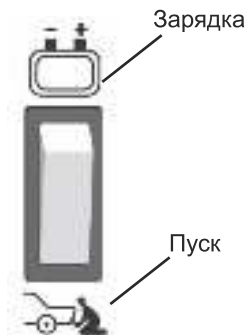

Рис. 2
3) Установите переключатель «зарядка/пуск» в положение «зарядка» (рис. 2)
Для пуска установить переключатель «зарядка/пуск» в положение «пуск» (рис. 2). При этом клемму с зажимом следует установить на напряжение (12 или 24 В), соответствующее напряжению питания запускаемого транспортного средства.